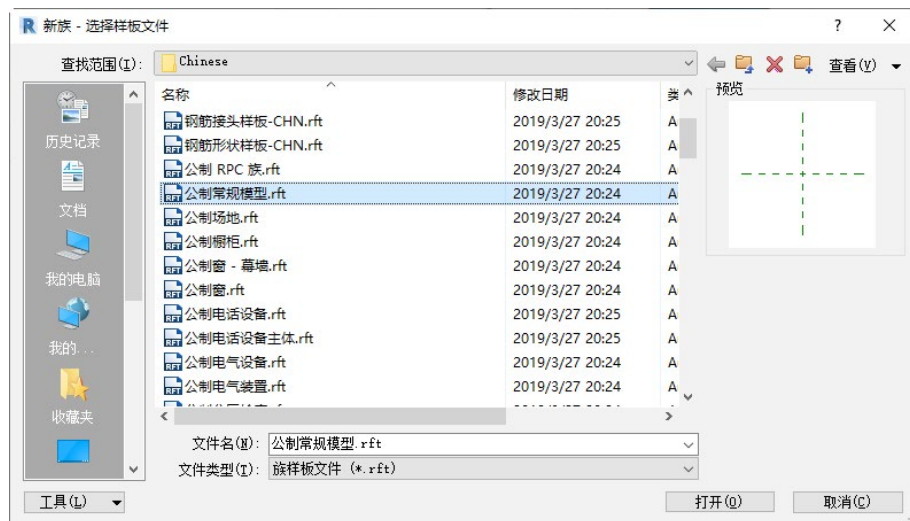

图 3-37 “新族 - 选择样板文件”对话框
(1) 在主页中单击“族”→“新建”或单击“文件”程序菜单→“族”→“新建”命令，打开“新族 - 选择样板文件”对话框，选择“公制常规模型.rft”为样板族，如图 3-37 所示，单击“打开”按钮进入族编辑器。